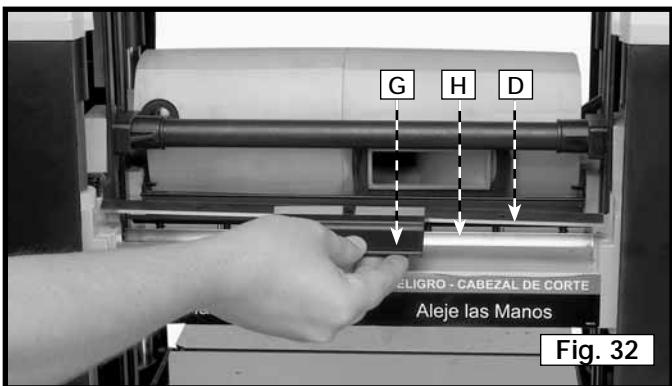

Fig. 32
8. Invierta la cuchilla (H), Fig. 32, o utilizando una cuchilla nueva, posicione la herramienta de transferencia de cuchillas (G) sobre la cuchilla de la manera que se muestra en la ilustración. Coloque la cuchilla en el cabezal portacuchillas con el borde biselado hacia arriba debajo de la barra de fijación (D), asegurándose de que los pasadores del cabezal portacuchillas y de la barra de fijación se acoplen con los agujeros de la cuchilla.
9. Quite la herramienta de transferencia de cuchillas y apriete los siete tornillos (F), Fig. 32, utilizando la llave de tuerca (E) suministrada.